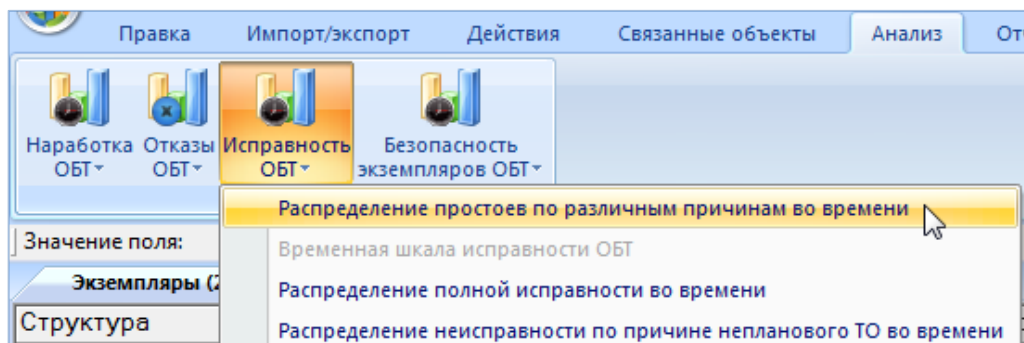

Рис. 28-32 – Выбор диаграммы по исправности
3) Нажать кнопку «Исправность ФИ» панели «Диаграммы» на вкладке «Анализ» и выбрать пункт «Распределение простоев по различным причинам во времени» (рис. 28-32).